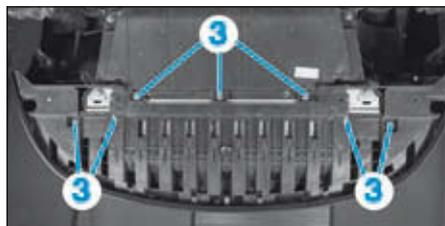

FIG.96
- les vis inférieures (3) (Fig.96).